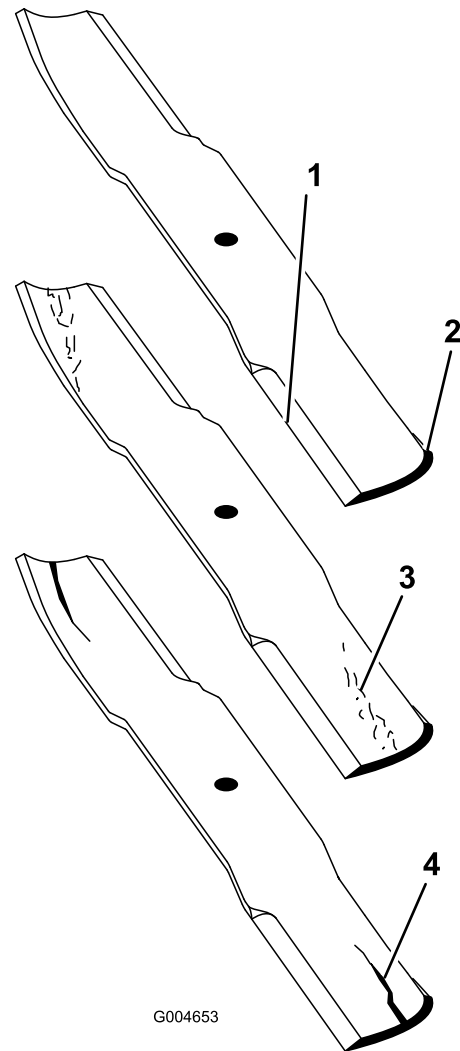

Figura 110
2. Examine cuidadosamente as extremidades da lâmina, prestando especial atenção à zona onde se encontram as partes curvas e planas da lâmina (Figura 110). Deverá verificar o estado da lâmina antes da operação de corte, já que a areia e outro material abrasivo poderá desgastar o metal que liga a parte curva e plana da lâmina. Se verificar que esta zona se encontra desgastada (Figura 110), substitua a lâmina.